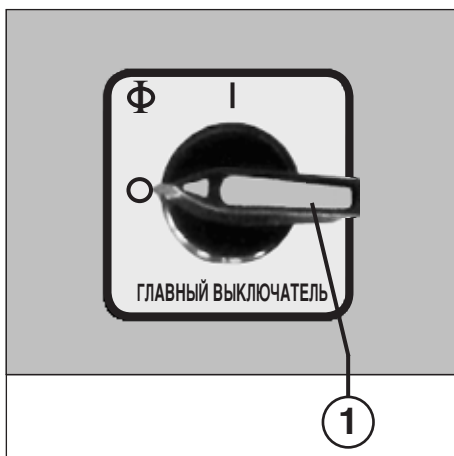

Рис. 1
ЭЛЕМЕНТЫ УПРАВЛЕНИЯ (рис. 1, 2 и 4):
- 1 = главный выключатель (аварийный) (рис. 1)**